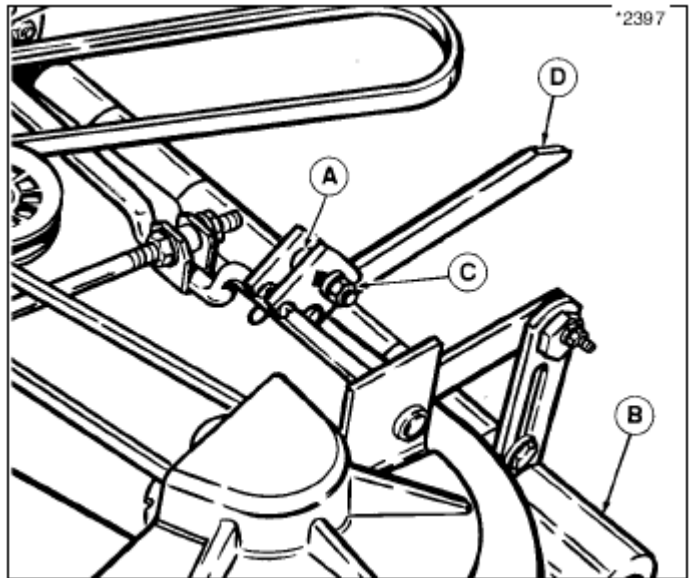

図 26 吊り上げアーム
3. 後部吊り上げアーム (図 26 の D) を緩める為に、ナット (C) を緩めます。デッキは、吊り上げアームに負荷が掛かっていない状態になり、デッキローラーで支えている状態になります。